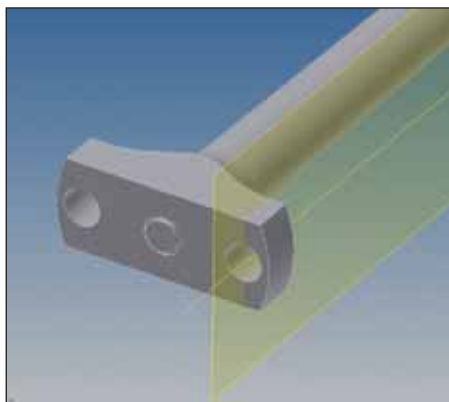

Рис. 52
68. Выбрать инструмент *Рабочая плоскость*  и создать плоскость, проходящую через ось, как показано на рис. 52.